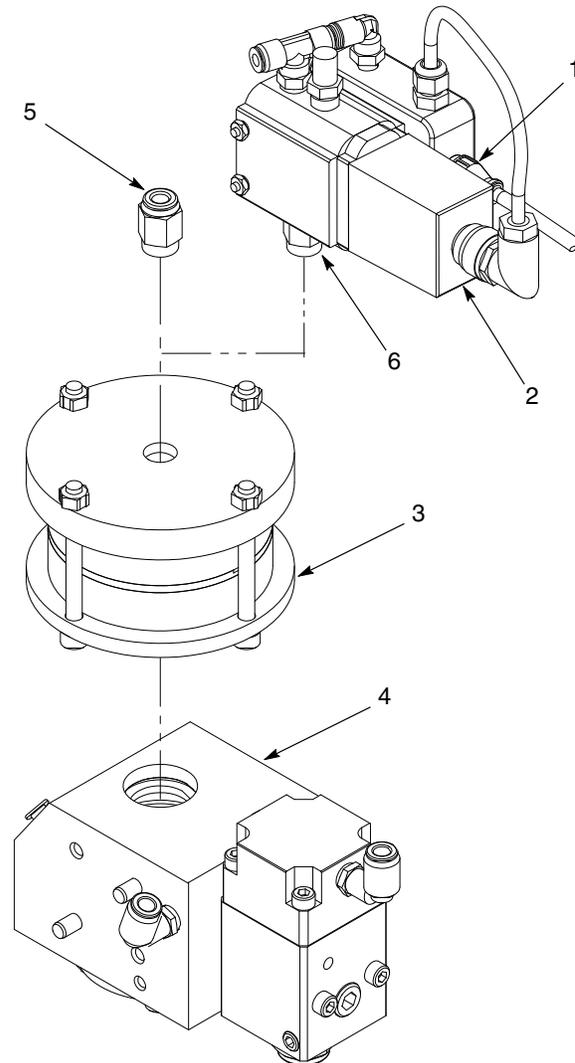

Abb. 9 Luftzylinderbaugruppe ersetzen
1. Siehe Abb. 9. Je nach Konfiguration des CP II Reglers eine der folgenden Arbeiten ausführen: